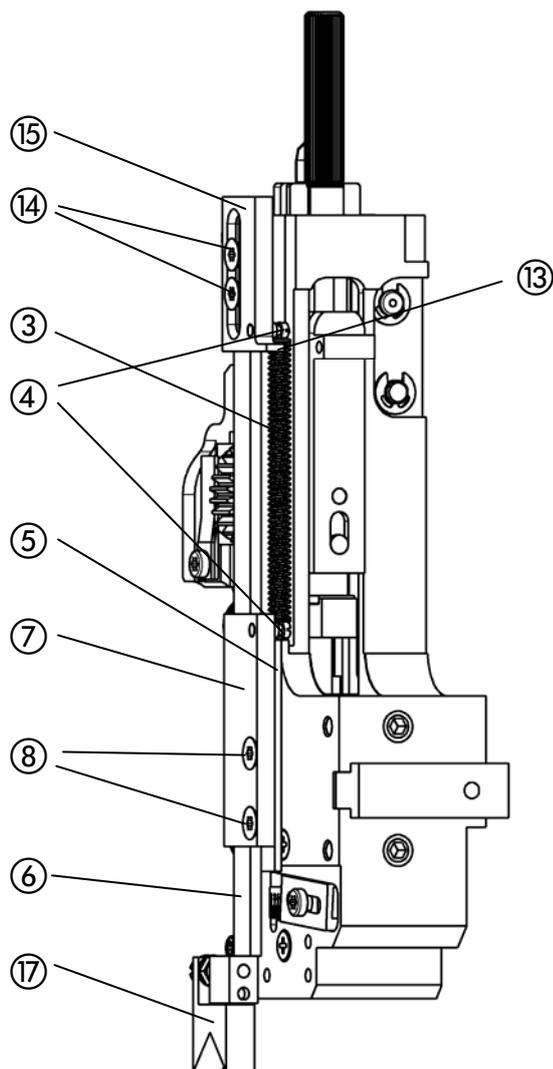

Abb. 18
Abb. 18 a
Abb. 18 b
- Abb. 18 -
- Zugfeder ③ in die beiden Federbolzen ④ einhängen.
- Distanzplatte ⑤ an Heftkopf anlegen.
- Nutschraube ⑩ seitlich in die Klinscherkastenaufnahme einführen.
- Reiter ⑨ mit Langloch auf Nutschraube fixieren und mittels Klemm-Mutter ⑪ leicht anziehen.
- Den kompletten Reiter ⑨ gegen den Klinscherkasten schieben.
- Mit Hilfe des M5- Gewindestifts ⑫ das Prisma des Reiters zur Klinscherkastenmitte ausrichten.
- Klemm-Mutter ⑪ festziehen.
- Abb. 18, Abb.18a, Abb. 18b -
- Zentrierprisma ⑰ soweit nach vorne oder hinten stellen, dass es mit dem Prisma des Reiters ⑨ genau fluchtet (vgl. Abb. 18 b).